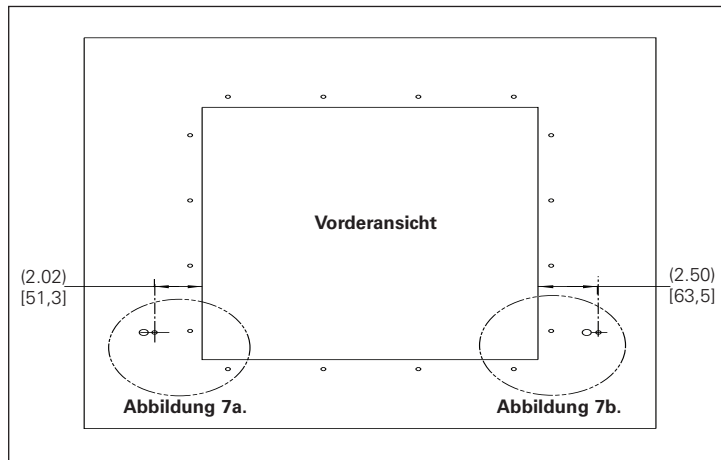

Abbildung 7. Bohrbild Gehäusetür für Montage Verklüpfung; Maßangaben (mm)
Schritt 3: Bohren Sie in die Schaltanlagentür entsprechen **Abbildung 7** die Befestigungsbohrung für die Verklantung.